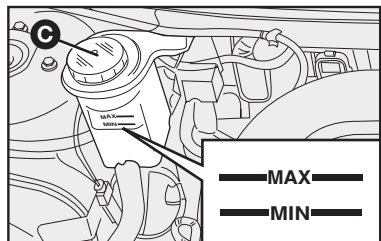

fig. 5
FLUIDO PARA A DIREÇÃO HIDRÁULICA - fig. 5
- Retirar a tampa **C**-fig. 5.